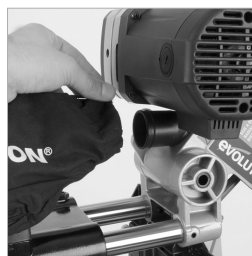

Fig. 43
- Deslice la bolsa de polvo por la boca de aspiración, asegurándose de que el cierre de resorte de la bolsa se acople firmemente a la boca. **(Fig. 43)**